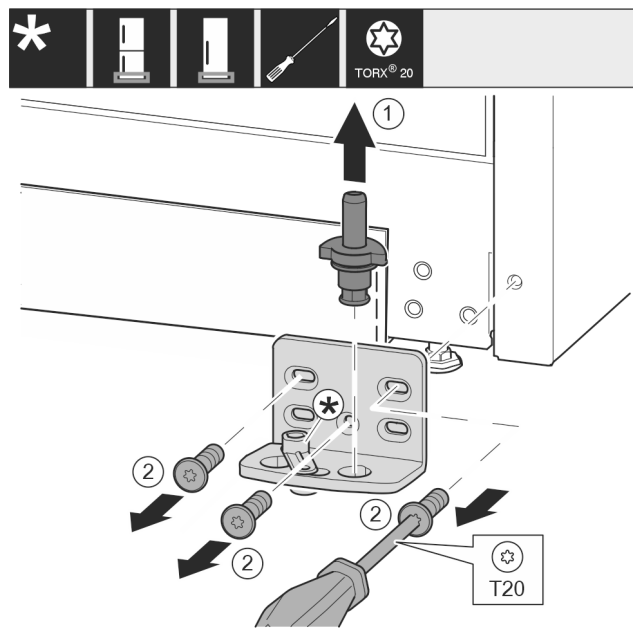

Fig. 16 *
- ▶ 将轴承螺栓 Fig. 16 (1) 完全向上拉出。*
- ▶ 将螺钉 Fig. 16 (2) 用螺丝刀旋开并取下托架。*